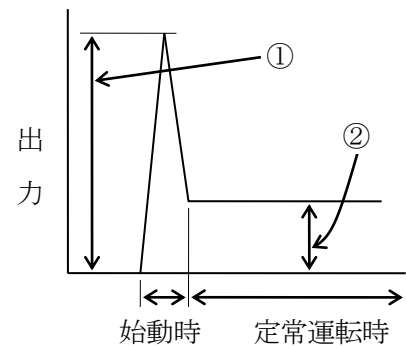

図 1—設備の運転モデル
自家発電設備 (自家発) から電力を供給する負荷には、屋内消火栓設備、排煙設備、エレベーターなど、始動時 (図 1; ①) と定常運転時 (図 1; ②) で自家発に要求する電力が変わるものがあります。